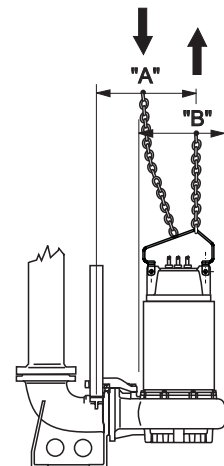

Fig. 2
- 1.5. - Si vous voulez retirer l'électropompe de son emplacement, débrancher avant tout les câbles électriques du tableau de commande, puis soulever en respectant les instructions de la page 44 (Fig. 2). Laver la pompe avec un jet d'eau propre, aussi bien à l'intérieur qu'à l'extérieur, en éliminant tout résidu du liquide véhiculé; ne pas oublier de mettre des lunettes de protection, un masque et un tablier imperméable.